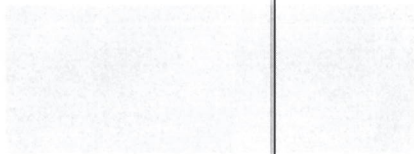

图 2-1 劳尔色卡 RAL6019 崧蓝绿色
- 3.5.1 设备颜色：设备整体颜色原则上采用崧蓝绿色，劳尔色卡号：RAL6019，如图 2-1 所示；若采用其它颜色，以实际要求为准。